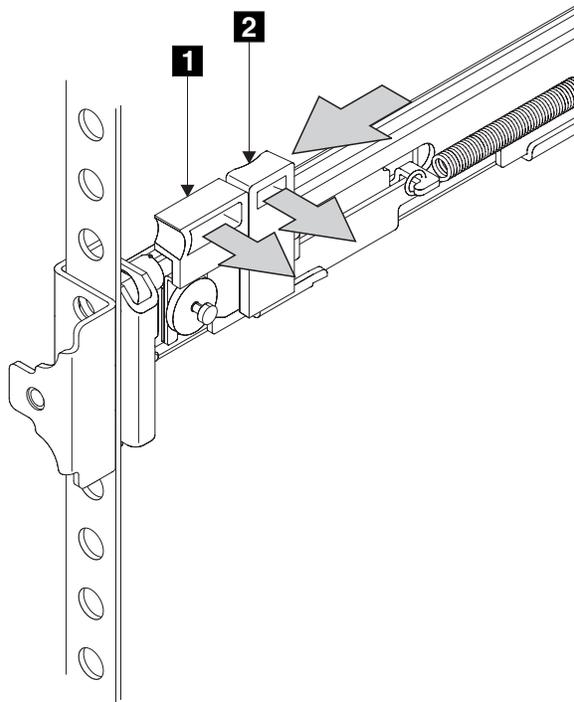

図84. ラッチ・ロック・キャリア・アセンブリーを閉じる
11. ラッチ・ロック **2** (238 ページの図 84) を押してレールから離し、 キャリアを解放します。ラッチ・ロック・キャリアがラックの前方向にスライドし、位置決めピンが、前部フランジの穴と前部レール・ブラケットの穴を通して突き出ます。